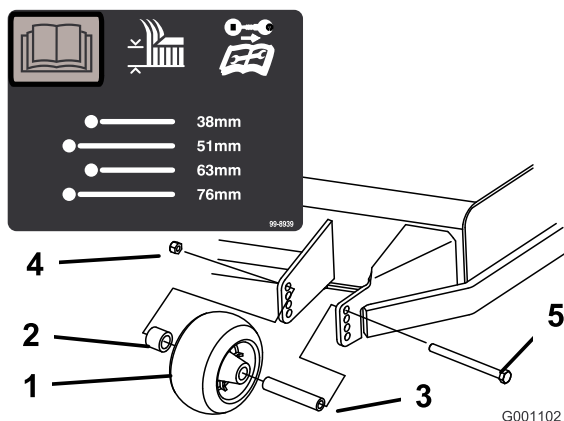
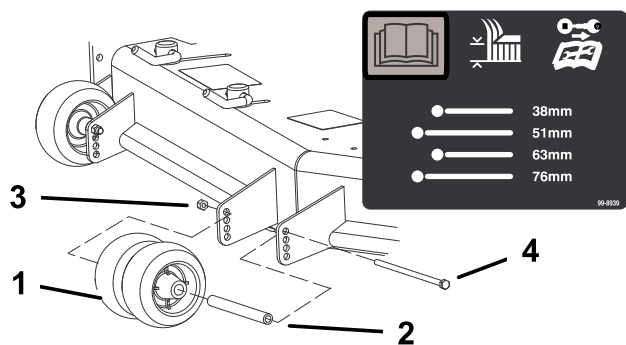
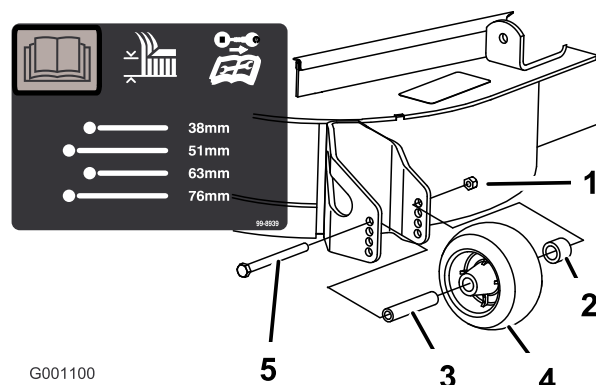

Figura 31
Figura 32
Figura 33
3. Depois de ajustar a altura de corte, ajuste os rolos retirando a porca flangeada, o casquilho, o espaçador e o parafuso (Figura 31, Figura 32 e Figura 33).
Nota: Os 2 rolos intermédios não terão um espaçador (Figura 32).
- Coloque a porca flangeada, o casquilho, o espaçador e o parafuso. Aperte o parafuso com 54 a 61 N·m (Figura 31, Figura 32 e Figura 33).